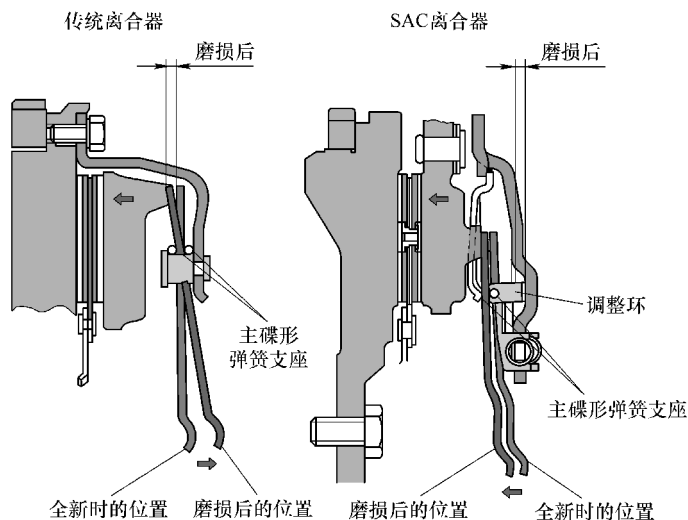

图 3-5 传统离合器与 SAC 离合器的磨损后对比
(2) 与传统的压板不同,在 SAC 离合器上主碟形弹簧的支座被设计为非固定式。通过传感器碟形弹簧和调整环对主碟形弹簧进行支撑如图 3-5 所示。